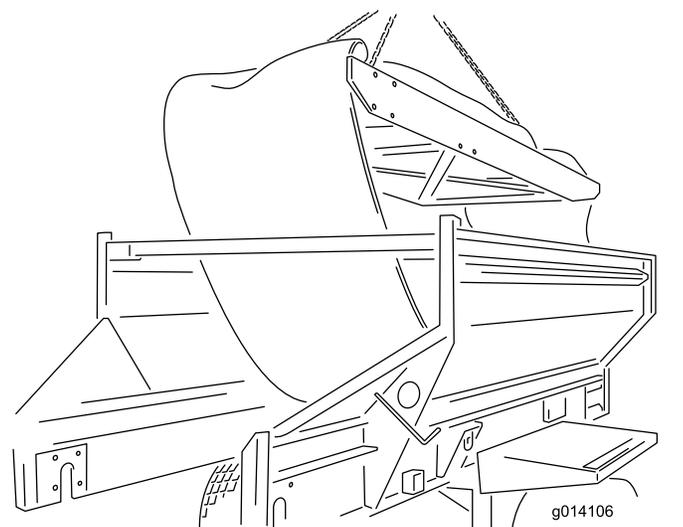

図 55
24. カートリッジは機体の真上から吊り上げて外す。外したカートリッジを床に降ろす 図 55。